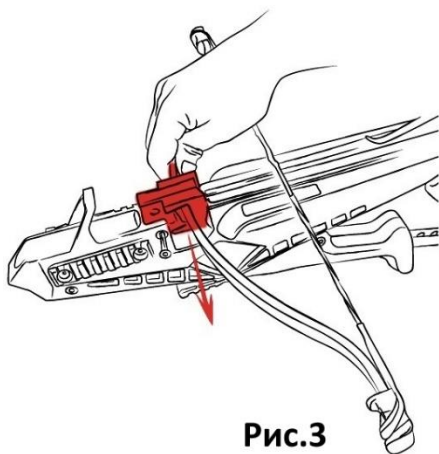
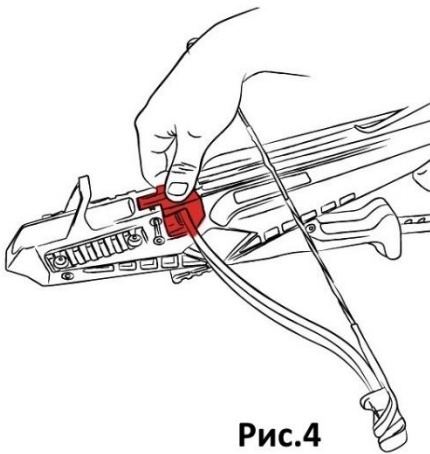

Рис.3
Рис.4
2. Вставьте плечи арбалета в разъем для крепления плеч (Рис.3) и аккуратно и плотно прижмите (Рис.4).